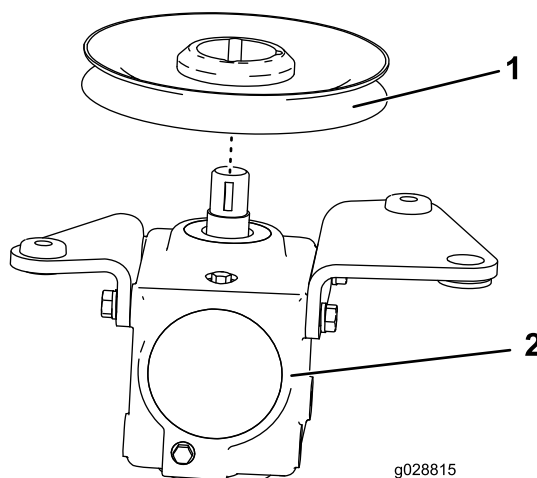

Figura 2
3. Inverta a caixa de velocidades, retire a polia existente e instale a polia do kit (Figura 2).